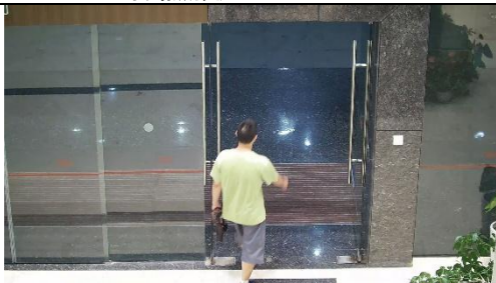

图2-14 不适用场景 4
- 场景四：如果摄像机采用倾斜角度安装，该安装方式不适合用过线统计分析，此种安装方式的统计数据准确率将大大下降。如图 2-14 所示。